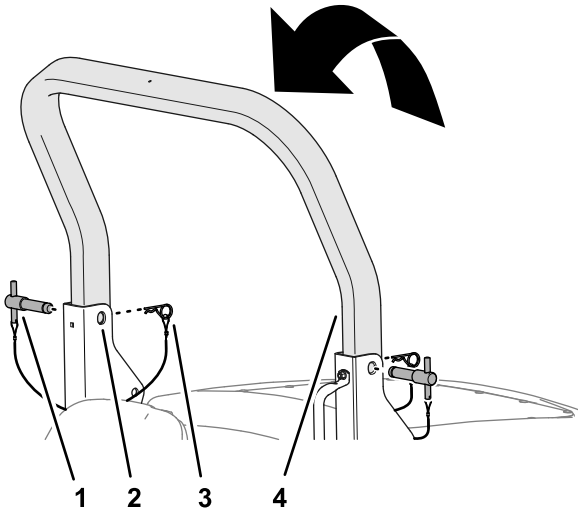

Bild 23
- Heben Sie den oberen Überrollbügel an, bis die Löcher im Überrollbügel auf die Schwenkhalterungen ausgerichtet sind (Bild 23).
- Führen Sie die Überrollbügelstifte durch die oberen Löcher der Schwenkhalterungen und des oberen Überrollbügels (Bild 23).
- Sichern Sie die Überrollbügelstifte mit den Splinten an den Schwenkhalterungen (Bild 23).